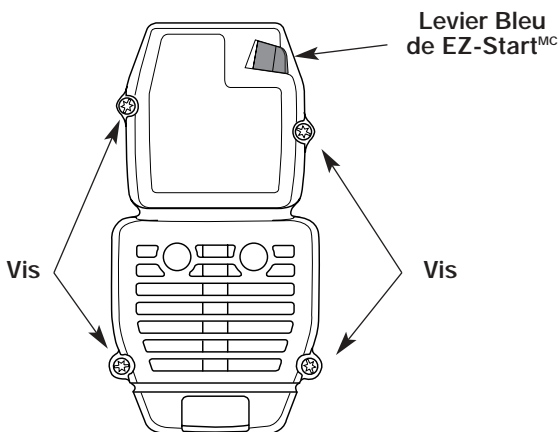

Fig. 17
1. Retirez les quatre vis retenant le couvercle (Fig. 17). Servez-vous d'un tournevis à mèche T20 Torx.
2. Insérez les quatre (4) vis dans les trous du filtre à air/couvercle du silencieux (Fig. 17) et vissez sans trop serrer.